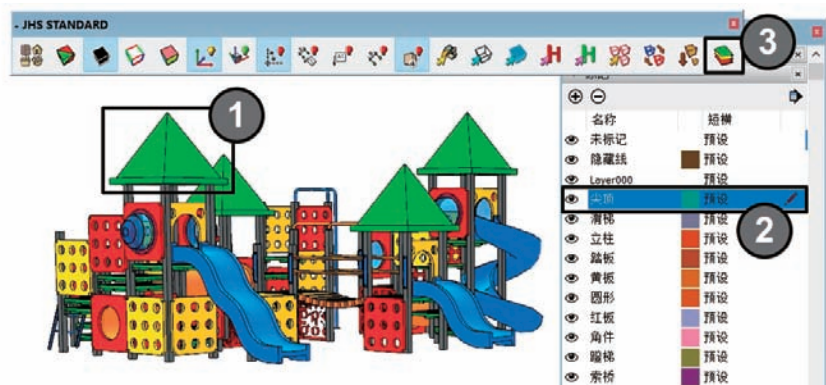
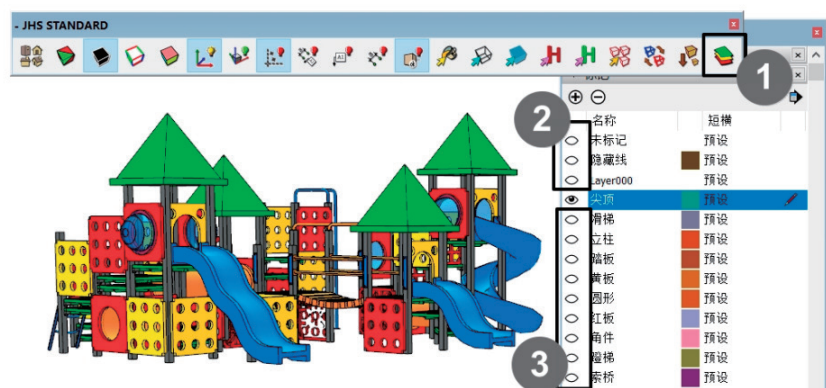

图 2.2.14 显 / 隐图层操作一
图 2.2.15 显 / 隐图层操作二
- 假设要对图 2.2.14 的尖顶做编辑，需隐藏尖顶外的其余图层。
- 可在模型中选择尖顶，或在“图层”面板中选择尖顶图层，如图 2.2.14 ①②所示。
- 单击图 2.2.14 ③所示的“显/隐图层”按钮，部分图层取消选择，如图 2.2.15 ②③所示。